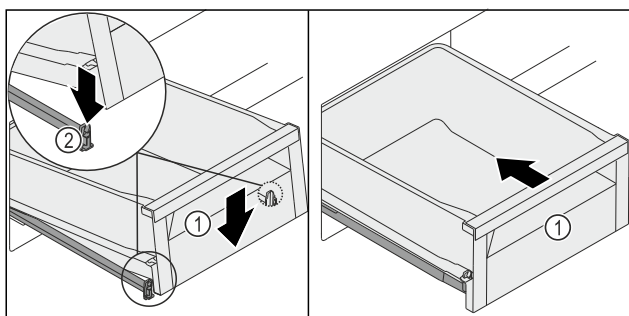

Fig. 128
- ▶ Zásuvku Fig. 128 (1) vpředu spusťte dolů tak, aby se zásuvka zasuňovala vlevo a vpravo do svorky Fig. 128 (2).
- ▶ Zásuvka Fig. 128 (1) slyšitelně zacvakne.
- ▶ Zásuvku Fig. 128 (1) zasuňte.